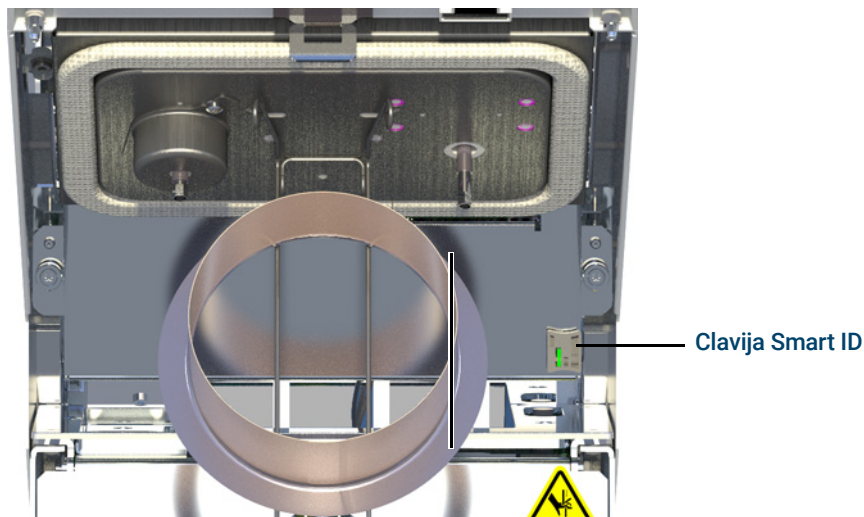

Figura 10. Inserte la clavija Smart ID (se muestra el inyector split/splitless inlet)
- 12 Si se encuentra disponible, enchufe la clavija Smart ID de la nueva columna. Consulte la sección **Figura 10**.